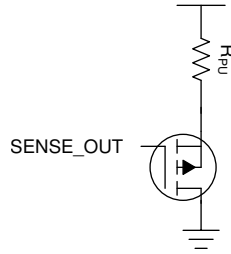

图 8-10. Additional Components for the SO and PG Pins to be Pulled Up to Another Rail
因为 sense out (SO) 和 power-good (PG) 引脚内部被拉到输出轨，它们不能被拉到任何电压或像典型的开漏 PG 输出那样被拉高。如果这些信号必须被拉到另一个逻辑电平，则可以实施使用 PMOS 晶体管和上拉电阻的电路。实施图 8-10 所示的电路允许输出被拉到任何逻辑轨。这种实现也允许输出被 AND 在一起，就像传统的 power-good 引脚。